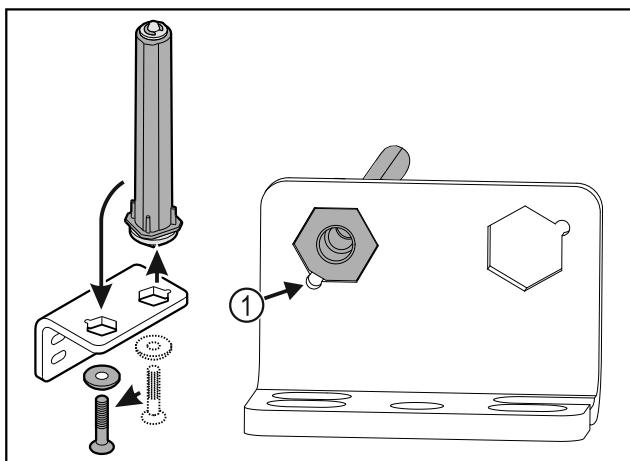

Fig. 39
- Aveți în vedere ca la introducere, teșitura bolțului Fig. 39 (1) să fie orientată spre orificiul rotund.